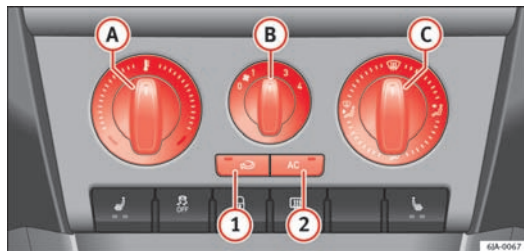

Fig. 99 Airconditionanlæg: betjeningselementer
⇒ Fig. 99 ⇒ Side 126, og følgende betingelser er opfyldt:
- Drej drejeregulatoren  ⇒ Fig. 99 mod højre for at øge temperaturen.
- Drej blæserkontakten  ⇒ Fig. 99 til en af positionerne 1 til 4 for at tilslutte blæseren.
- Hvis du vil lukke for tilførslen af frisk luft, skal du bruge knappen  ① ⇒ Side 128, Recirkulationsfunktion.
- Med kontakten til regulering af luftfordelingen  ⇒ Fig. 99 kan du regulere luftens retning ⇒ Side 123.
- Tryk på knappen   ⇒ Fig. 99. Kontrollampen i knappen lyser.
- Betjeningselementerne A ⇒ Fig. 99 ⇒ Side 126, B, C og knapperne 1 og 2
- Tryk på knappen 1 ⇒ Fig. 99 ⇒ Side 126. Kontrollampen i knappen lyser. ▶
- Tryk på knappen  ① ⇒ Fig. 99 ⇒ Side 126 igen. Kontrollampen i knappen slukker.
Hvis regulatoren til luftfordeling  ⇒ Fig. 99 ⇒ Side 126 indstilles til position , bliver recirkulationsfunktionen automatisk deaktiveret. Du kan aktivere recirkulationsfunktionen igen i denne position ved at trykke på knappen .